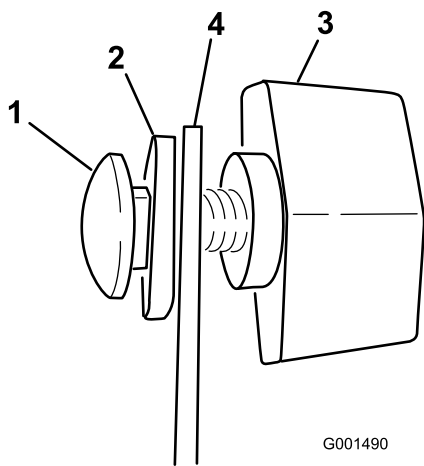

**Figura 7**
- Collegate i connettori di Spray Pro ai connettori situati sotto la plancia (Figura 7).